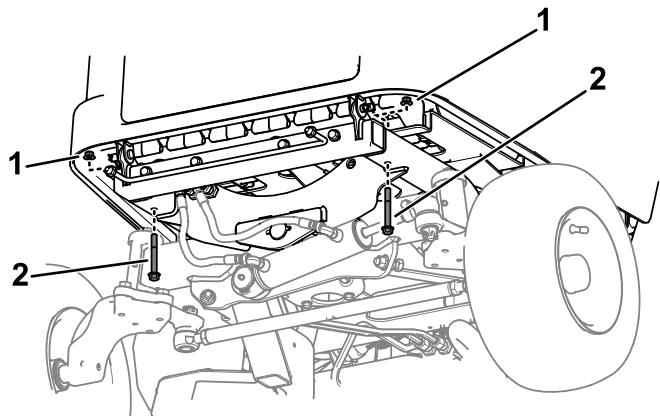

Figura 11
2. Retire y guarde los 2 pernos ($\frac{3}{8}$ " x $2\frac{3}{4}$ ") y las 2 tuercas ($\frac{3}{8}$ ") que sujetan la bandeja de baterías trasera al bastidor (Figura 11).